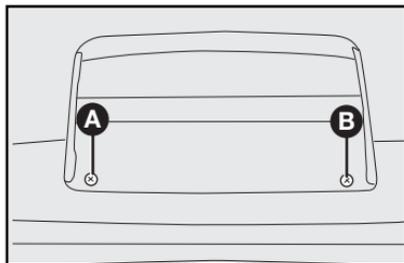

fig. 54
1) con la tapa de baúl abierta, retirar los tornillos **A fig. 54** y desmontar el conjunto de la 3ª luz de freno;